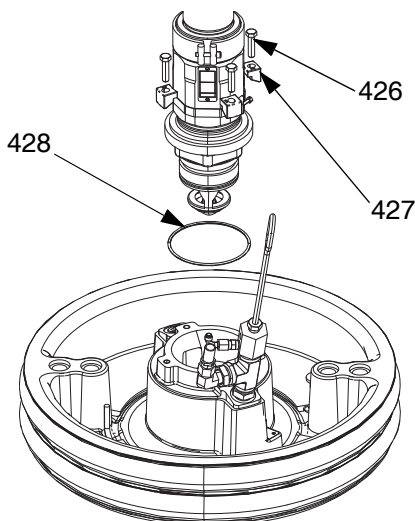

FIG. 35: Kit di montaggio da 200 l (55 gal)
1. Collocare l'anello di tenuta (428) del kit di montaggio sul piatto (AD). Se collegata al piatto, posizionare la pompa volumetrica (AC) sul piatto (AD). Vedere FIG. 35.
2. Fissare la flangia dell'aspirazione della pompa al piatto con le viti (426), le rondelle (425) e i morsetti (427) inclusi nel kit di montaggio 255392.